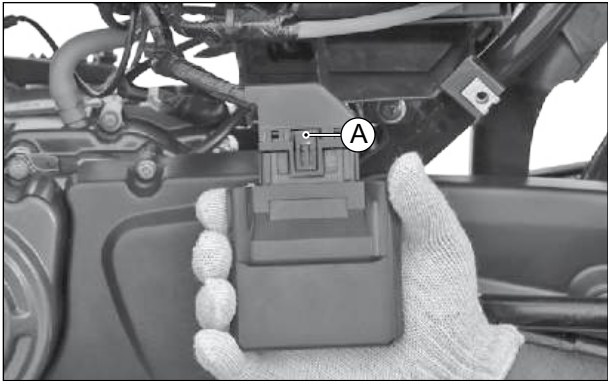

Fig. 5.18
- Desconecte cuidadosamente o conector da ECU, pressionando a trava (A). (Fig. 5.18)